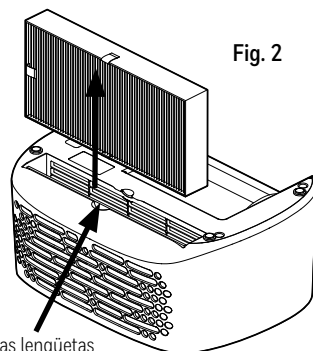

Fig. 2
- Voltee el purificador de aire boca abajo sobre una superficie plana. El filtro es visible desde la parte inferior de la unidad (**Fig. 2**).